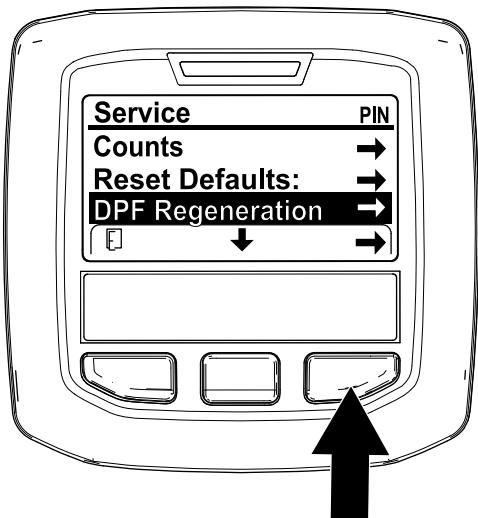

Figura 36
1. Aceda ao menu de manutenção, pressione o botão central para se deslocar para a opção REGENERAÇÃO DO DPF (Figura 36).
2. Pressione o botão direito para selecionar a entrada Regeneração do filtro de partículas de gasóleo (Figura 36).